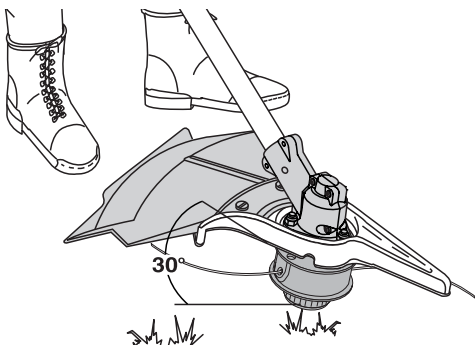

Fig. 24
Tournez entièrement l'appareil de manière à ce que l'accessoire de coupe soit à un angle de 30° par rapport au sol (Fig. 24).
2. Retirez les quatre (4) vis retenant le couvercle du filtre à air/silencieux (Fig. 24). Servez-vous d'un tournevis à lame plate ou à mèche no. 20 Torx.